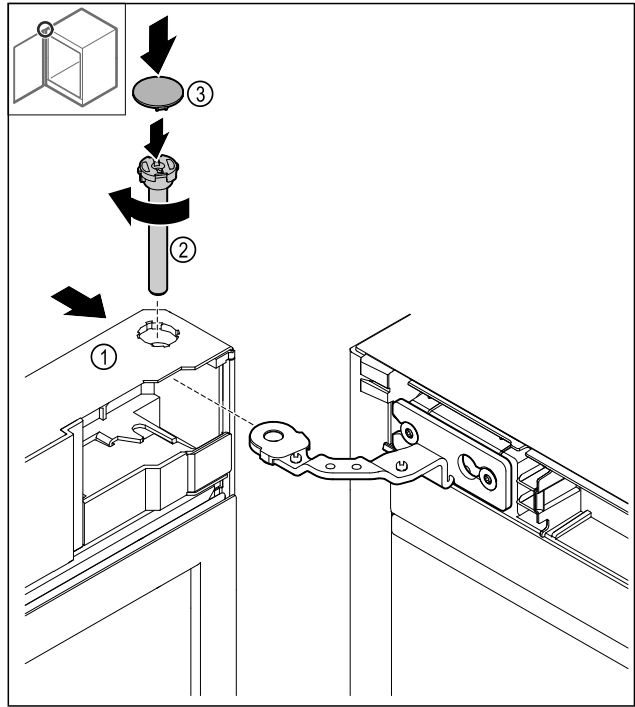

Fig. 46
- Tür Fig. 46 (1) oben auf das Scharnier schieben.
- Bolzen Fig. 46 (2) einstecken und im Uhrzeigersinn festdrehen.
- Abdeckung Fig. 46 (4) aufsetzen.